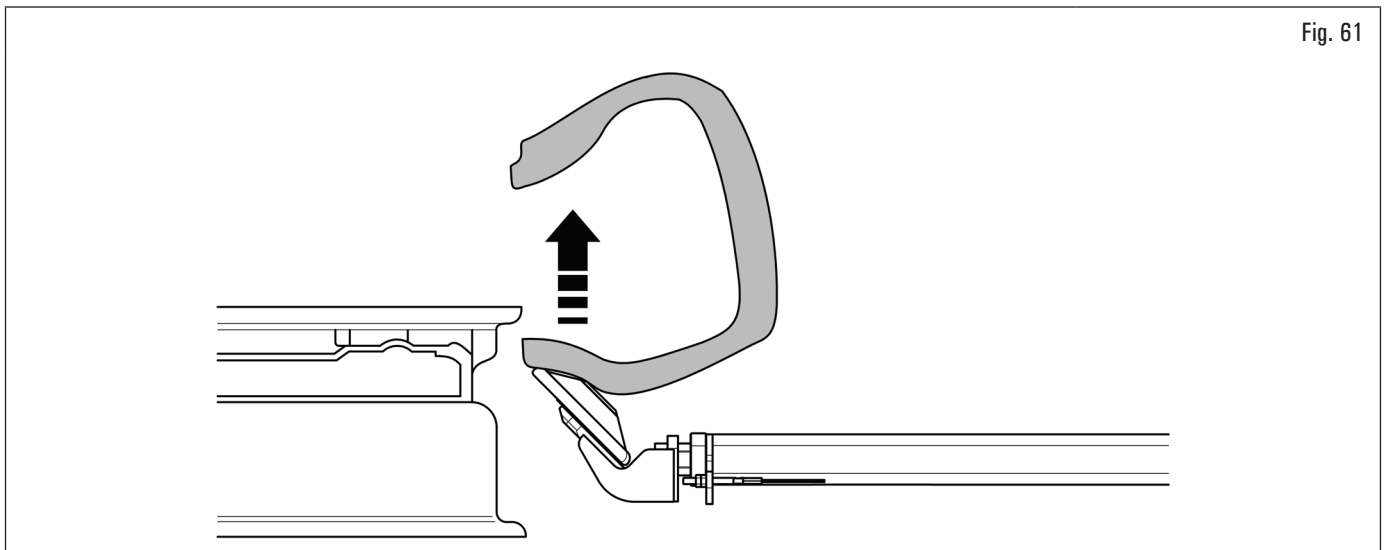

Fig. 61
1. hacer subir rodillo y neumático a la misma altura del borde de la llanta (véase Fig. 61);